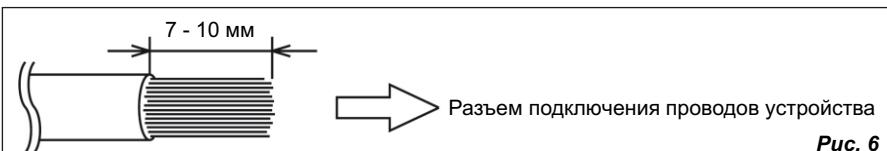

Рис. 6
2. Удаляйте изоляцию с конца проводов на 7 - 10 мм (смотрите рис. 6).